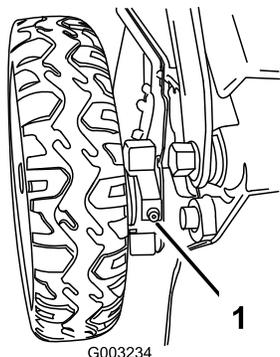

Рисунок 37
1. Протрите масленки внутри задних зубчатых колес чистой материей (Рисунок 37).